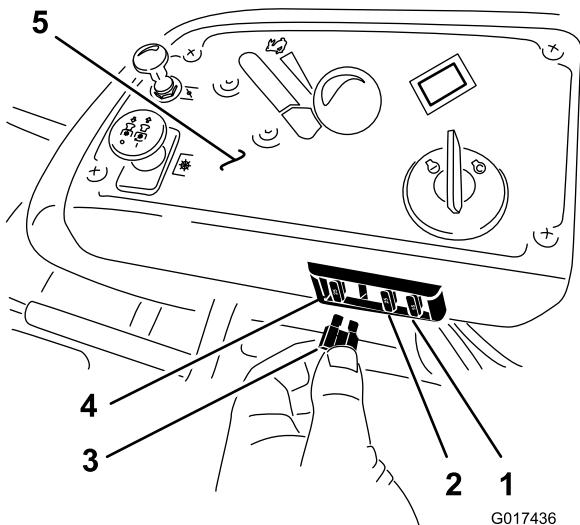

Figure 50
- Les fusibles sont situés sur la console droite, près du siège (Figure 50).
- Remplacez le fusible (Figure 50).